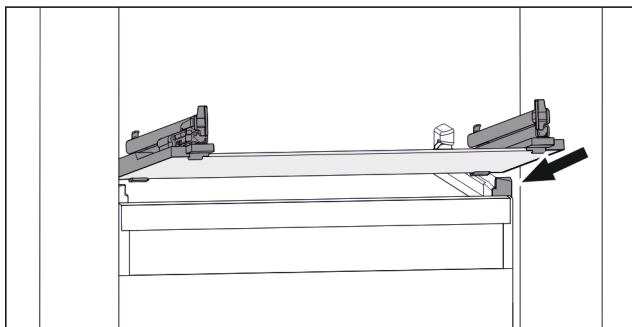

Fig. 124 Eksempel på fremstilling av glassplaten
- ▶ Sett glassplaten på skrå bak stopperne. (se Fig. 124)